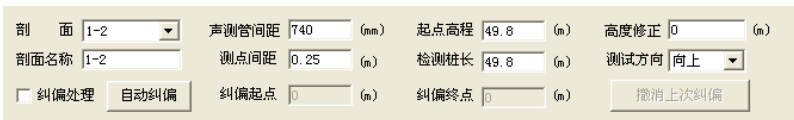

图 4.2.3 剖面信息区
- 6) **剖面信息区**用于显示当前所选择剖面的测试信息，包括剖面名称、声测管间距、测点间距、纠偏参数等，如图 4.2.3 所示，图中置灰的参数为不可修改的参数。当声测管倾斜时，需要进行纠偏处理，必须先选中纠偏处理项，